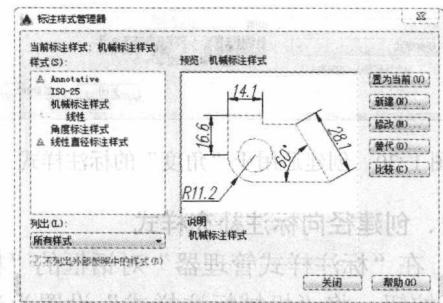

图 1-35 创建“线性直径标注样式”
3. 单击“确定”按钮，在“标注样式管理器”对话框中将“<样式替代>”重命名为“线性直径标注样式”，该样式和原有的标注样式并列显示在样式列表框中，如图 1-35 所示。